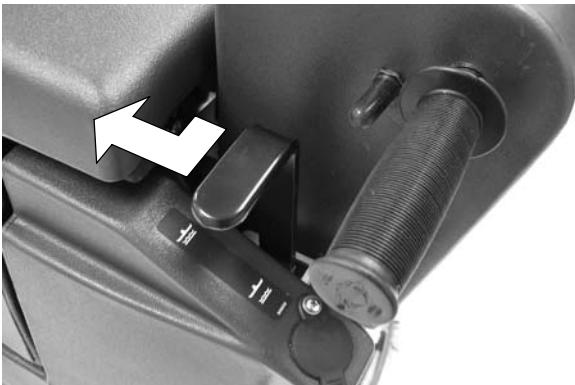

FIG. 15
2. Relâchez le levier du racloir de la position relevée et abaissez le racloir (Figure 15).